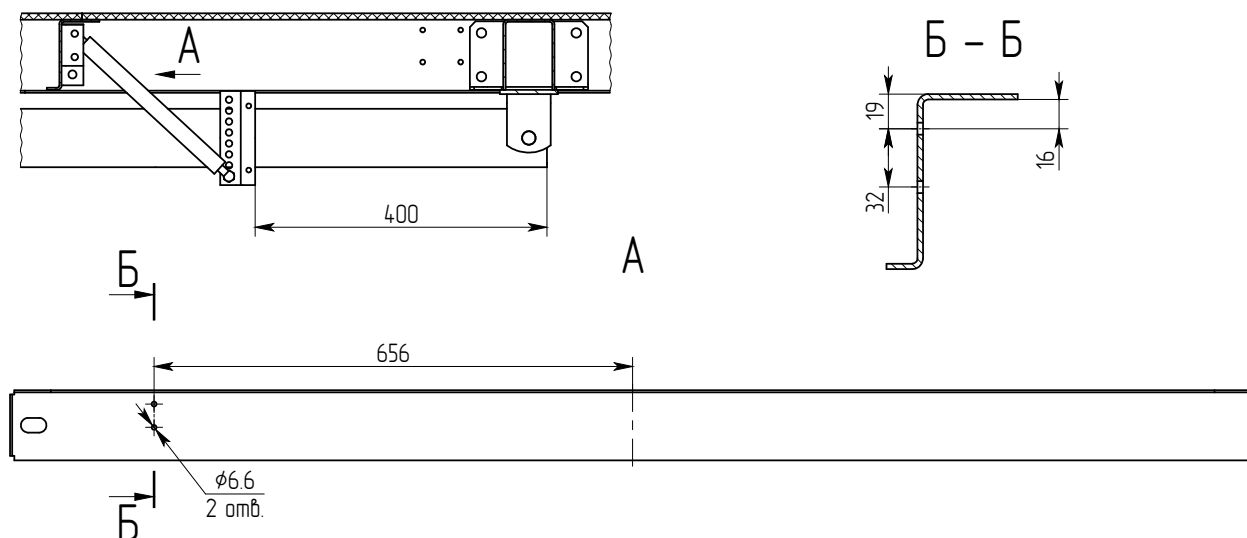

Рис. 3 - Установка комплекта на прицепы 817718.012 и 817719.012.
2) Для прицепов 817718.012 и 817719.012 отверстия в переднем фартуке делать не нужно (схему установки см. на рис.3).